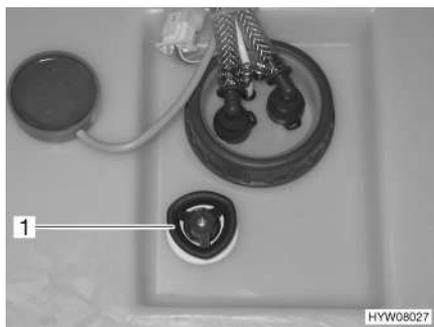

Fig. 81 Depósito de agua con tirador giratorio
- Girar el tirador giratorio (Fig. 81,1) del depósito de agua en sentido contrario a las agujas del reloj sobrepasando la resistencia, para abrir el orificio de salida completamente.